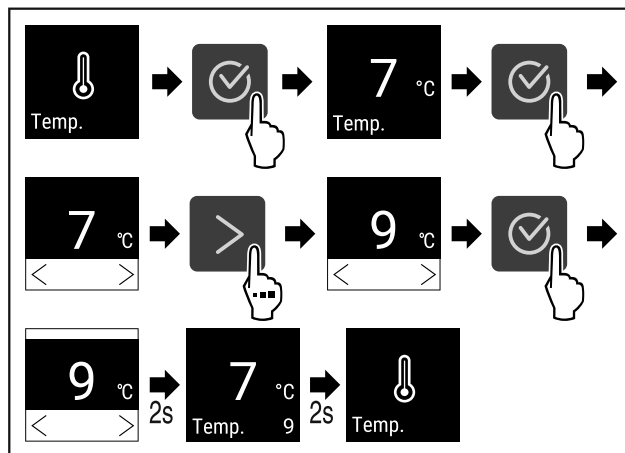

Fig. 66 Temperatūros keitimas iš 7°C į 9°C
- ▶ Atlikite veiksmus (žr. Fig. 66).